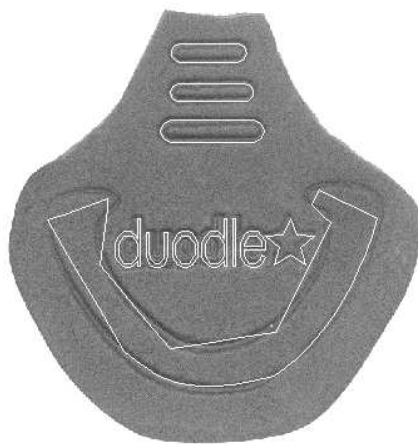

图 3-4
- ① 将图象放大，选择合适的点，用“绘制-多义线-直线”工具勾勒出轮廓来，若感觉上一步确定的点的位置不是很理想，就使用“取消一步”，把上一个点取消掉，再继续绘制。如图 3-4 所示：
- ② (由培训教师勾画出直线来)进入“节点编辑”状态下，选中所有节点，转为曲线。然后用鼠标拖动节点的控制点，控制点的位置要选择的合适，使曲线的变动正好与图象的轮廓吻合。